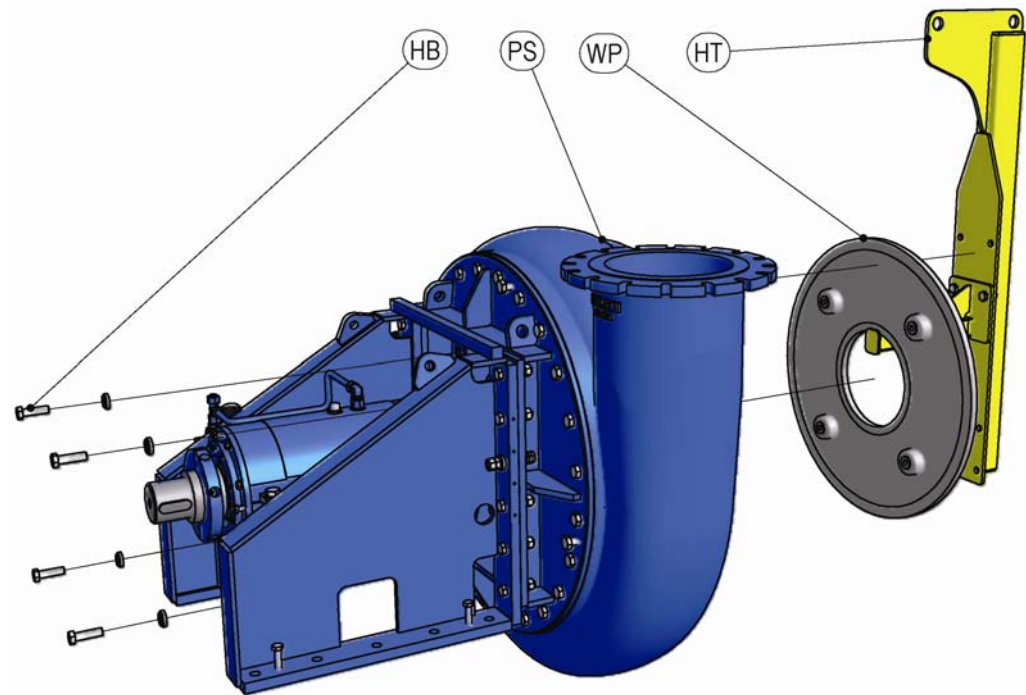

Figure 12 Démontage de la plaque d'usure côté d'arbre
2. Soutenez le poids de la plaque d'usure côté d'arbre (WP, voir Figure 12) à l'aide de l'outil de levage (HT). Pour les poids et les dimensions, se reporter à l'Annexe 1: "Données techniques" à la page 51.
3. Enlever les boulons hexagonaux (HB), les joints toriques, les anneaux de remplissage, rondelles.
4. Enlever délicatement la plaque d'usure (WP) du couvercle (PC).
1. Contrôlez la plaque d'usure côté d'arbre (WP, voir Figure 12 à la page 41) afin de détecter toute usure éventuelle. Repositionnez ou réparez si nécessaire.